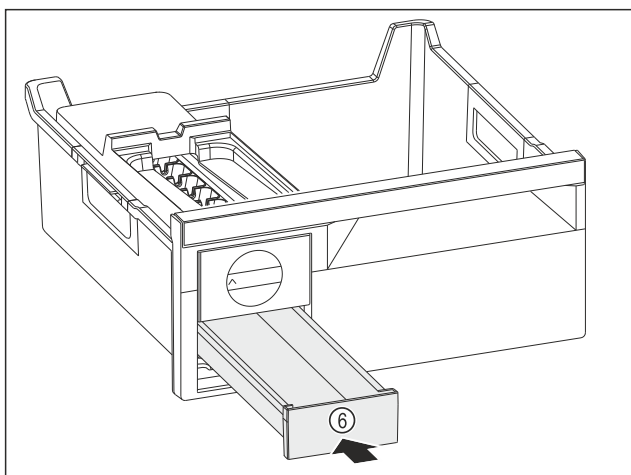

Fig. 87
- ▶ Wsunąć szufladę na kostki lodu Fig. 87 (6).